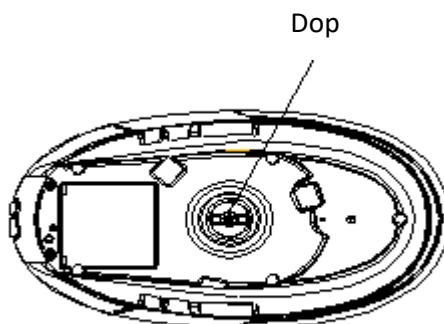

Fig. 4
3. Pentru a îndepărta depunerile de calcar de la nivelul generatorului de abur interior, efectuați operațiile de mai jos: întoarceți mai întâi baza aparatului și aşezați-o pe o suprafață orizontală, asigurați-vă că baza aparatului este stabilă, puneți un prosop pe dopul de scurgere și roțiți dopul pentru a-l detașa, evacuați apa din generatorul de abur, apoi clătiți generatorul de abur cu apă curată, pentru a-l curăța corespunzător (a se vedea Fig. 4).